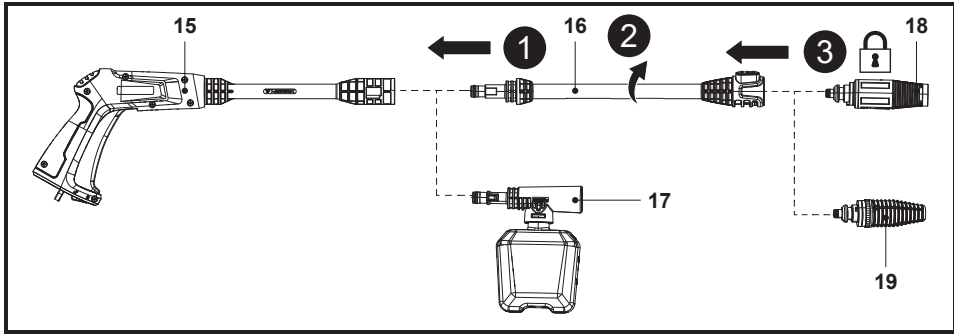

Fig. 2
1. Alinee e inserte la lanza de prolongación (16) o la boquilla de la botella de detergente (17) en el orificio de la pistola pulverizadora (15) (Fig. 2, paso 1).
2. Presione y gire a mano la lanza de prolongación (16) o la boquilla de la botella de detergente (17) en el sentido de las agujas del reloj contra la pistola pulverizadora (15) hasta que quede fijada en su sitio (Fig. 2, paso 2).
3. Alinee las dos pestañas de la boquilla con las ranuras de la lanza de prolongación (16) y, a continuación, inserte la boquilla turbo (18) o la boquilla variable (19) hasta el final (Fig. 2, paso 3).